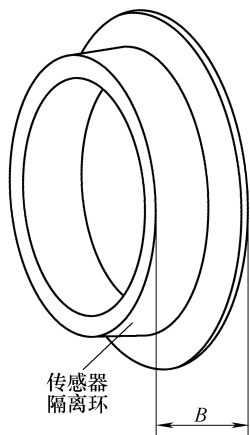

图 5-4-11 测量传感器隔离环
• 检查传感器头上是否安装了正确的隔离环,见表 5-4-1,必要时更换传感器的隔离环,如图 5-4-11 所示。